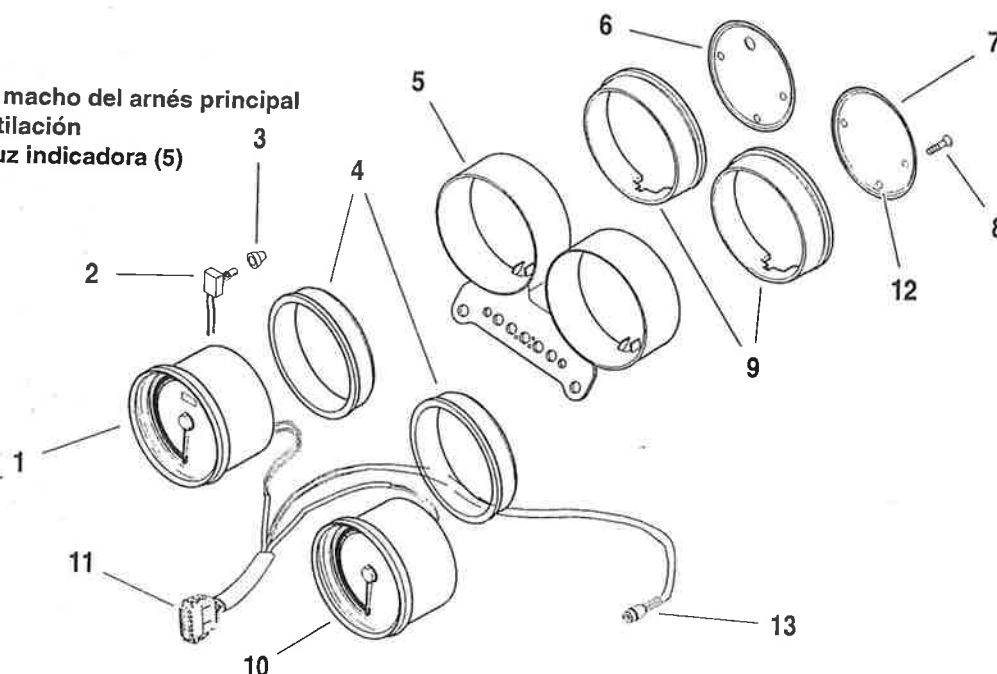

Figura 7-77. Velocímetro y tacómetro (XL1200R)
2. Vea la Figura 7-77. Instale la junta delantera (4) en el velocímetro (1).
3. Enrosca el cableado de vuelta por la junta trasera (9), instale las lengüetas de las juntas correspondientes (9) a las cuñas de localización en la caja del velocímetro (5).
1. Vea la Figura 7-77. Instale la junta delantera (4) en el tacómetro (10).
2. Enrosca el cableado de vuelta por la junta trasera (9), instale las lengüetas de las juntas correspondientes a las cuñas de localización en la caja del tacómetro (5).
5. Vea la Figura 7-77. Alinee la contraplaca con el agujero de ventilación (12) en la parte inferior. Instale los tornillos de la placa posterior (8) y apriételos.